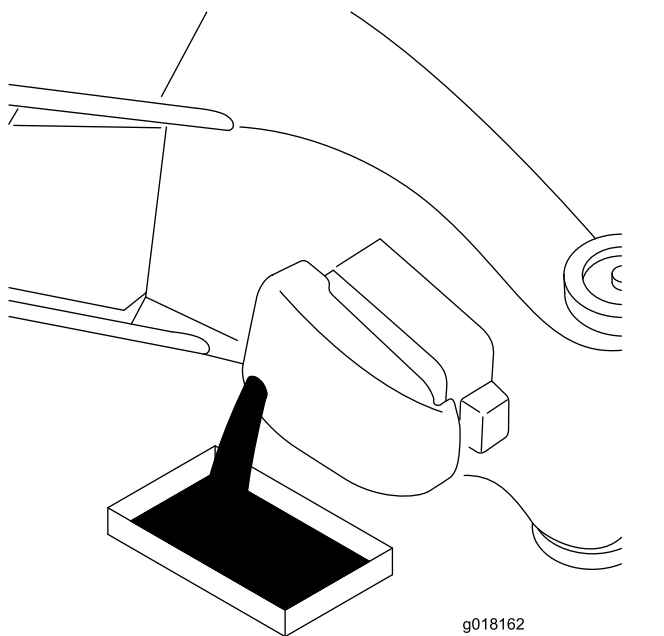

Рисунок 18
3. Для слива отработанного масла через маслозаливной патрубкок поверните машину на сторону таким образом, чтобы воздушный фильтр был направлен вверх (Рисунок 18).